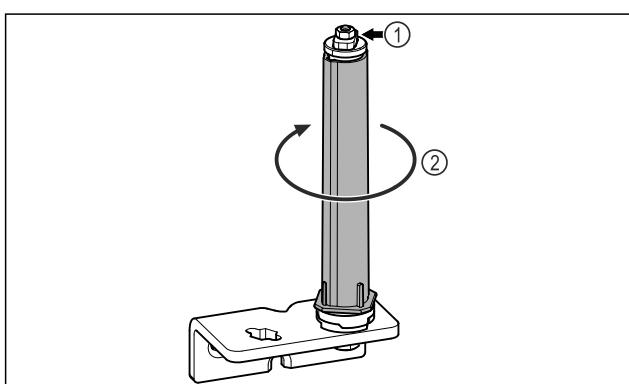

Fig. 23
- Μην αποσυναρμολογείτε το σύστημα κλεισίματος πόρτας Fig. 23 (1).
- Περιστρέψτε το σύστημα κλεισίματος Fig. 23 (2), μέχρι να κάνει κλικ.